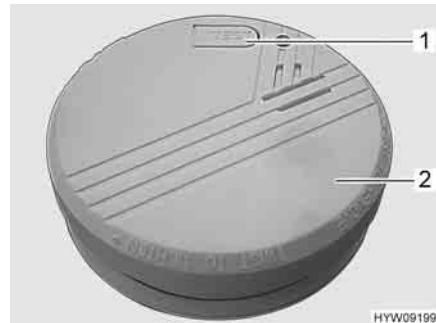

Fig. 128 Rivelatore di fumo
- Ruotare in senso antiorario il rivelatore di fumo (Fig. 128,2) finché non si stacca dal supporto.
- Eseguire un test del rivelatore di fumo. Premere il tasto di controllo (Fig. 128,1). Si deve udire il segnale acustico di allarme.